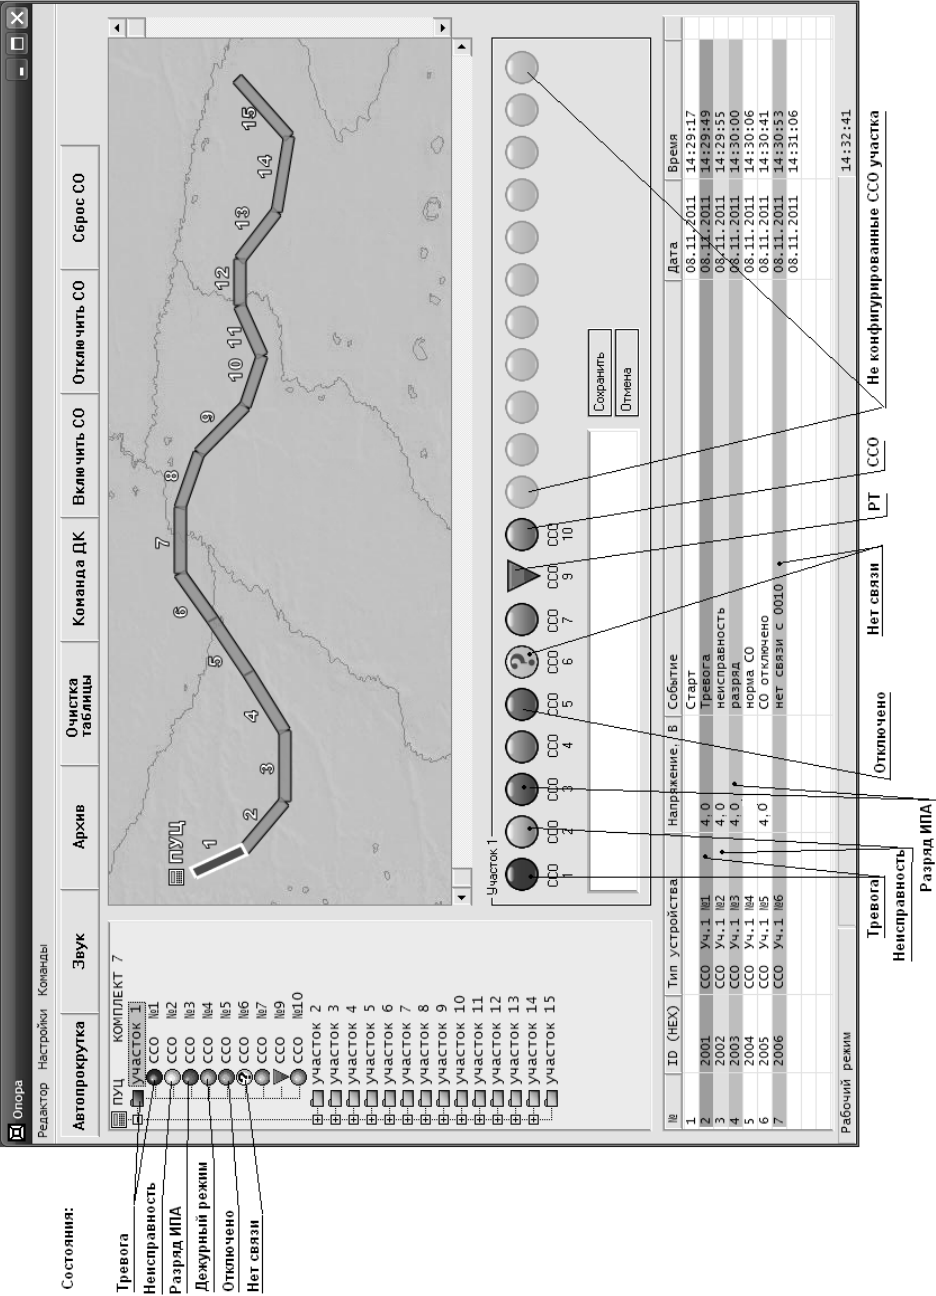

Рисунок 7.12 – Состояния ССО и РТ
- «Включить» – включает выбранное ССО. При включении пиктограмма изменит свой цвет с серого на зеленый («дежурный» режим) или красный (режим «Тревога») или желтый (режим «Неисправность») или синий (режим разряда автономного источника питания) или отобразится пиктограмма «?» (нет связи с устройством), рисунок 7.12.